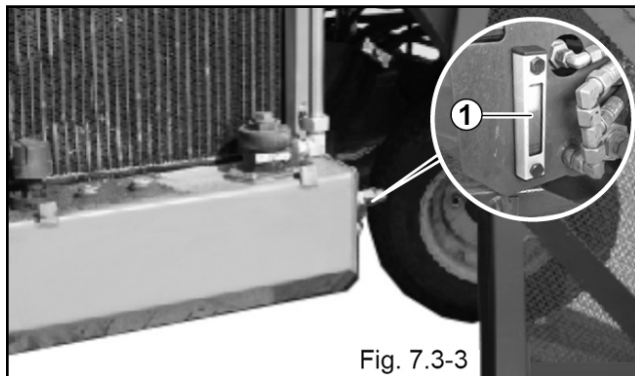

Fig. 7.3-3
Oljetanken er integrert i rammen og befinner seg på den venstre siden av maskinen (fig. 7.3-3). Nivået til hydraulikkoljen kan kontrolleres på nivåindikatoren (1) til høyre på tanken.